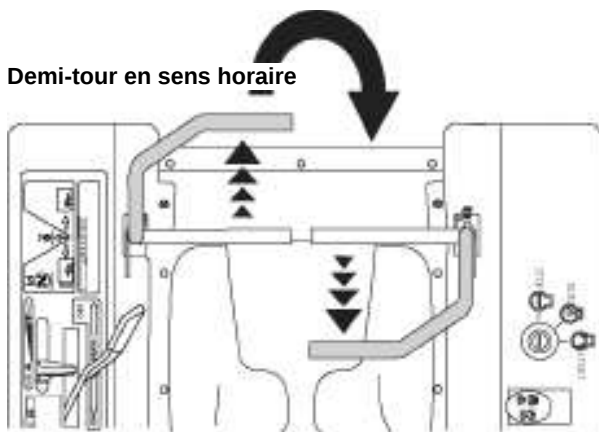

Figure 5-8
2. Pour tourner en sens horaire, poussez le levier de commande de gauche vers l'avant et, en même temps, tirez le levier de droite vers l'arrière. Voir Figure 5-8.